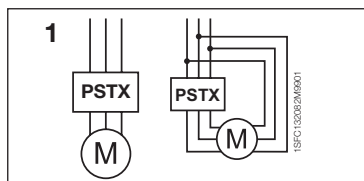

Figure 1 : En ligne, Dans le triangle
2. Câblez le circuit principal : raccordez l'alimentation aux bornes 1L1 - 3L2 - 5L3 et le moteur aux bornes 2T1 - 4T2 - 6T3. Utilisez la liaison par fil pour les démarreurs progressifs PSTX30...105 (voir la figure ① de l'illustration 7) et le raccordement de bornes pour les démarreurs progressifs PSTX142...570 (voir la figure ②, de l'illustration 7). Les démarreurs progressifs PSTX peuvent être raccordés « en ligne » et « dans le triangle » (voir figure 1).